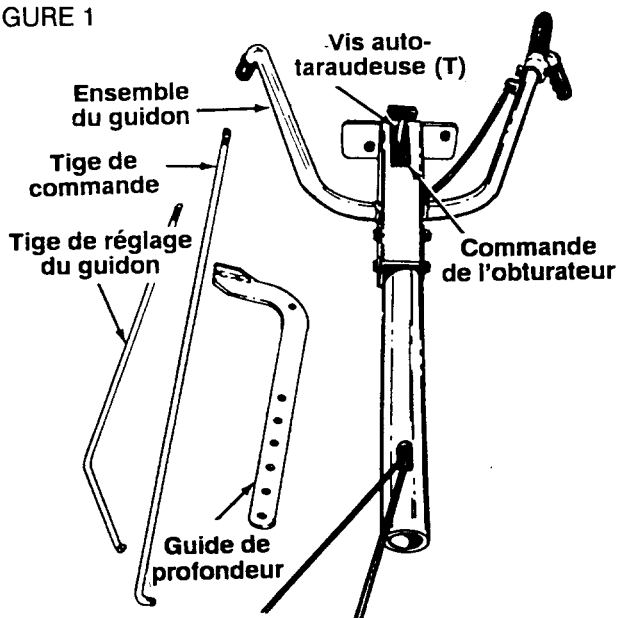
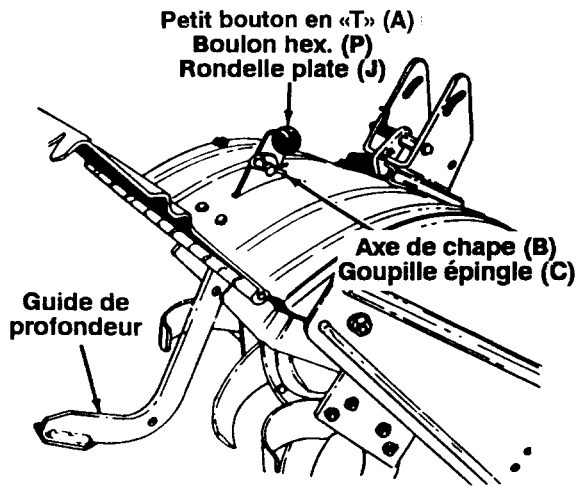
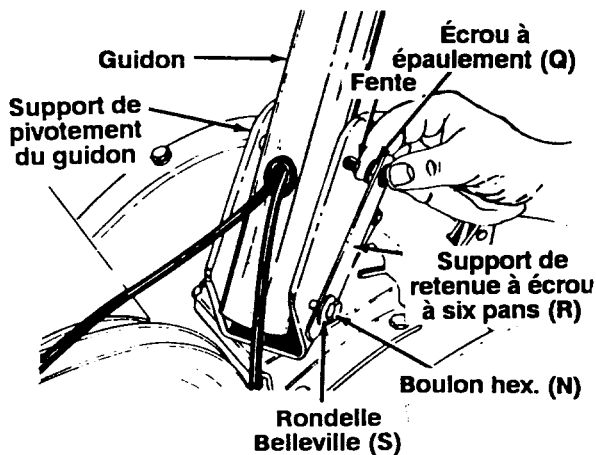

FIGURE 2
FIGURE 3
FIGURE 4
Pièces détachées dans le carton: (Voir la figure 2)
- R (1) Support de retenue à écrou à six pans
- S (2) Rondelles Belleville de 3/8^{es} de po de D.I.
- T (1) Vis auto-taraudeuse de 1/2 po de long
- U (4) Rondelles Belleville de 5/16^{es} de po de D. I.*
- V (4) Écrous à six pans de 5/16^{es} de po - fil. 18*
- W (1) Attache du câble
- Y (1) Vis autotaraudeuse de 7/16^{es} de po de long
3. Installez la commande de l'obturateur sur le guidon de la manière suivante. Voir la figure 2.
- c. Maintenez le haut de la commande de l'obturateur sur le guidon avec une vis auto-taraudeuse (T).
4. Faites reposer le motoculteur sur le contrepois avant. Voir la figure 3.
5. Relevez la protection à charnière des dents. Enfoncez le guide de profondeur entre les deux boulons à épaulement, puis faites-le passer à travers la protection, comme à la figure 3.
6. Faites passer l'axe de chape (B) à travers la protection des dents et le guide de profondeur. Maintenez-le en place avec une goupille épingle (C). Voir la figure 3.
7. Faites passer le boulon hex. (P) dans le trou supérieur du guide de profondeur. Placez la rondelle plate (J) sur le boulon hex. et filetez le petit bouton en «T» (A) sur le boulon hex. Voir la figure 3. Serrez à fond.
9. Placez la rondelle Belleville (S) sur le boulon hex. (N) (côté crénelé de la rondelle contre le boulon). Placez le support de retenue à écrou à six pans (R) sur le boulon hex. (N), en utilisant le trou rond du support.
10. Positionnez le guidon sur le support de pivotement. Alignez les trous du guidon avec les trous (et fentes) du support de pivotement. Voir la figure 4.
11. Enfoncez le boulon hex. (sur lequel la rondelle et le support de retenue sont installés) dans le trou inférieur du support de pivotement du guidon et du guidon. La tête du boulon hex. doit se trouver sur la gauche de la machine. Voir la figure 4.
12. Placez l'écrou à épaulement (Q) entre le support de retenue à écrou à six pans et le support de pivotement. Voir la figure 4.